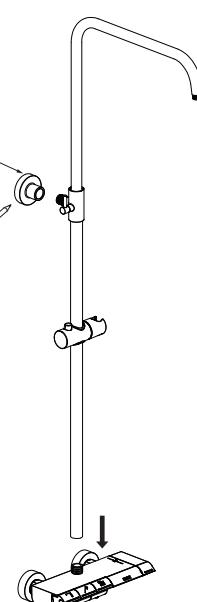

Figure 5
c) Connectez le rail élévateur à la barre de douche thermostatique et marquez la position du connecteur de tuyau sur le mur (Figure 5).